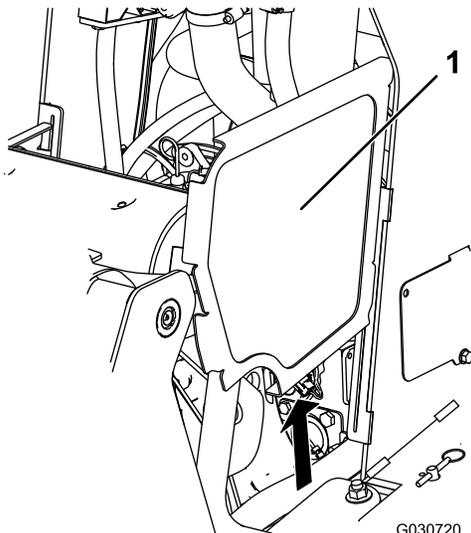

Figura 37
2. Fate scorrere le griglie laterali (Figura 37) verso l'alto e al di fuori delle fessure nella griglia e nel telaio anteriori.